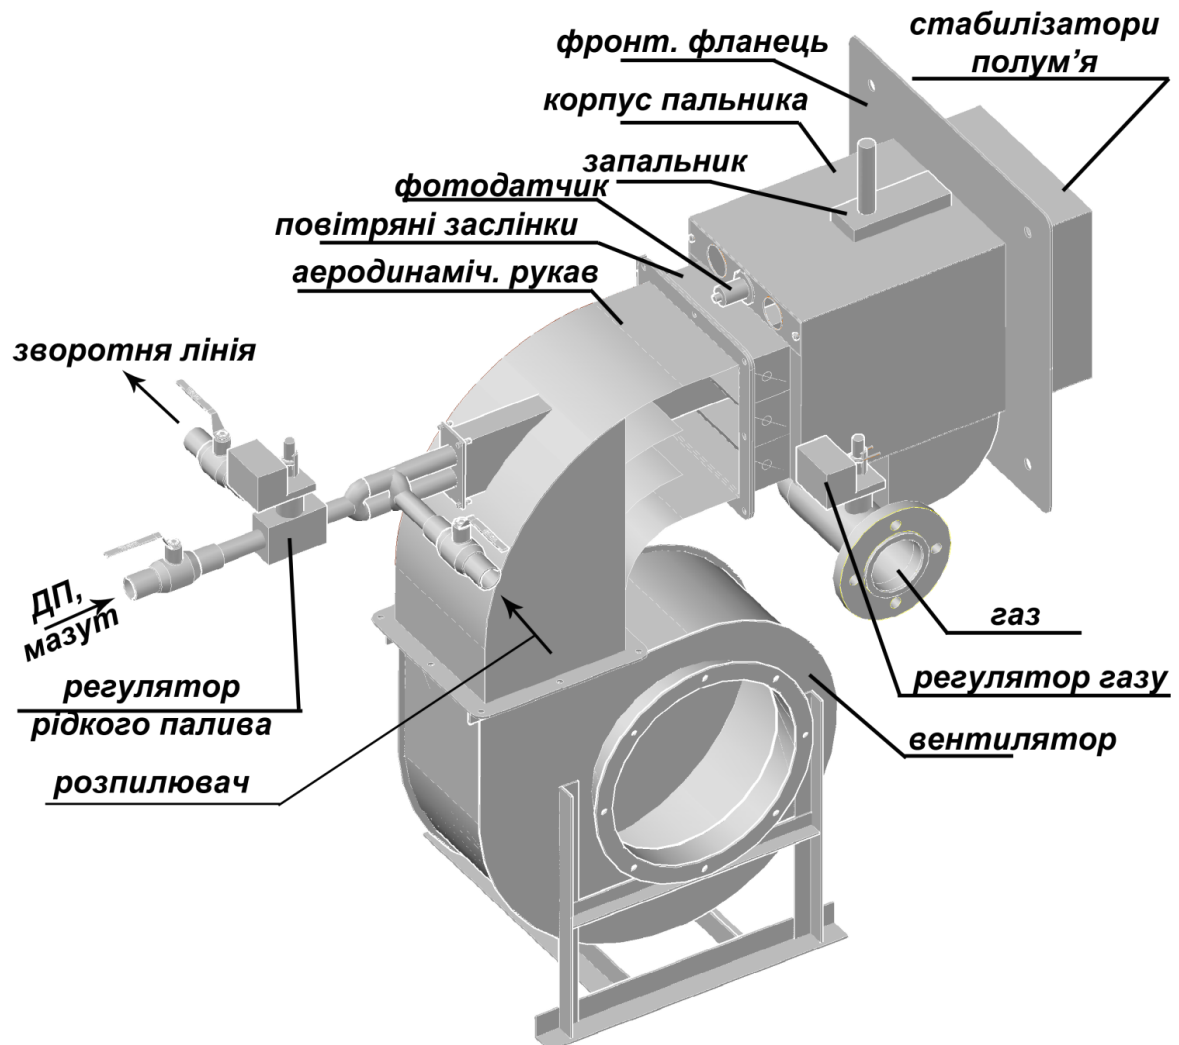

Рис. 1 – Пальник газодизельний (газوماзутний) серії МДП-ГМ (МДП-ГД) з вентилятором або аеродинамічним рукавом.
- Пальник може комплектуватися аеродинамічним рукавом підводу повітря або вентилятором (див. Рис. 1).